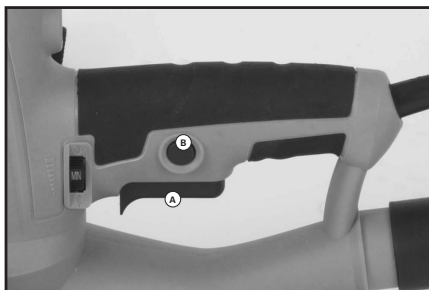

Fig. 5A + B
- appuyez sur l'interrupteur à poussoir. (Fig. 5A)